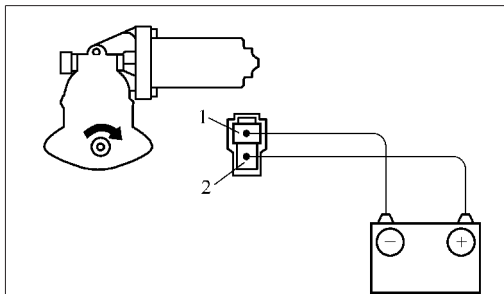

图 11-70 天窗驱动电动机的检查
- 2) 如图 11-70 所示，直接对天窗驱动电动机端子施加正向或反向蓄电池电压，看其运转状态。如果直接通电后，驱动电动机不转，或虽转但发热严重，或驱动齿轮旋转方向与规定的方向不符，则应进行修理或更换电动机。